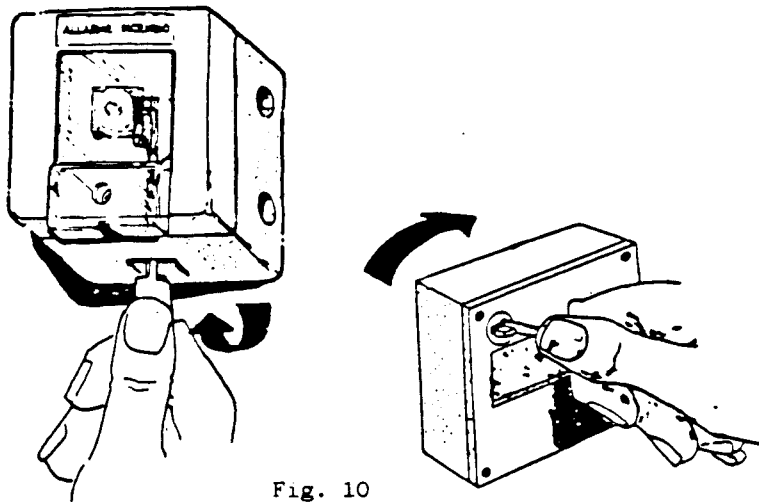

Fig. 10
- a) con l'impianto inserito, introdurre attraverso l'apposita fessura, l'accessorio di prova ed agire come in fig. 10; si avrà così la segnalazione dell'allarme che cesserà al momento dell'estrazione dell'accessorio.